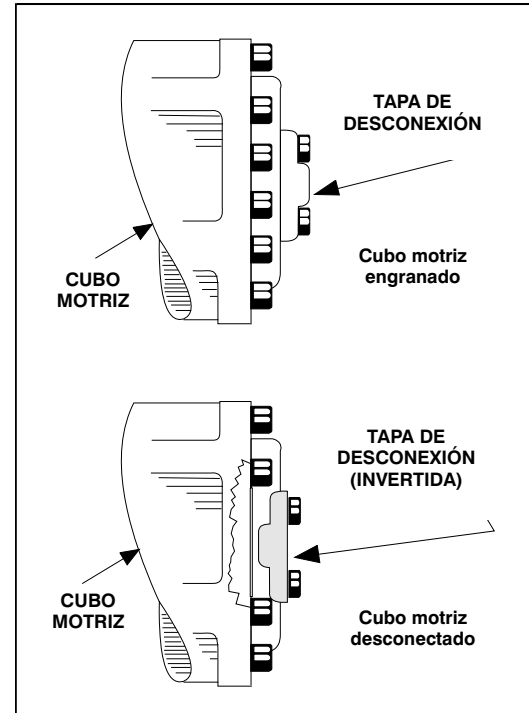

Figura 4-4. Desconexión de cubo motriz
3. Desengranar los cubos de las ruedas motrices invirtiendo sus tapas de desconexión. Consultar la Figura 4-4., Desconexión de cubo motriz.
Si es necesario levantar la máquina usando una grúa, es sumamente importante que los dispositivos elevadores se fijen únicamente a las argollas designadas para tal fin y que el pasador de bloqueo de la tornamesa se encuentre enganchado. (Ver la Figura 4-4. Tabla de levante.)